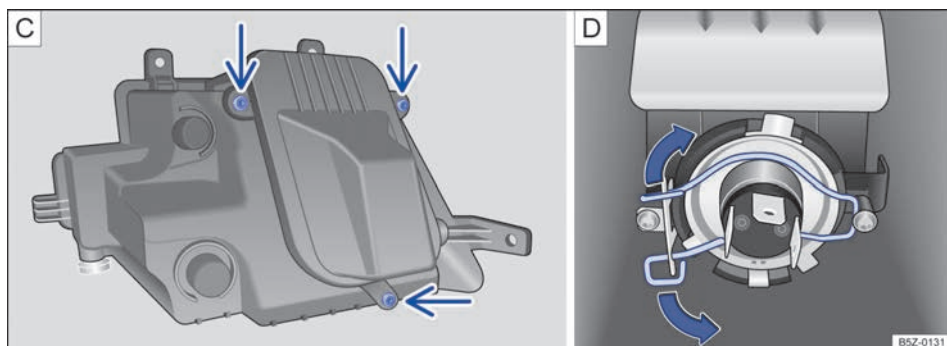

Fig. 155 No para-choque dianteiro: **C** retirar os parafusos da cobertura da lâmpada e **D** lâmpada do farol de neblina.
5. Retirar os parafusos indicados pelas setas → Fig. 155 C, para acessar a lâmpada do farol de neblina.
Comprimir a mola de travamento no sentido da seta e deslocá-la para destravar a lâmpada → Fig. 155 D.